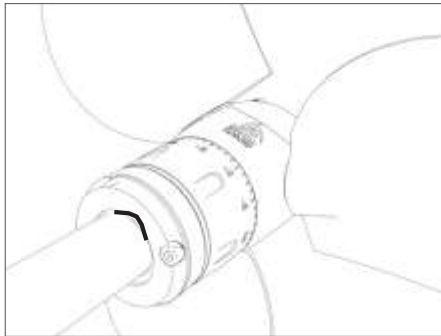

FIG. 15 Inserire l'elica fino al segno del pennarello
- L'elica si deve calzare sul cono dell'asse porta-elica fino ad arrivare al segno che avevate tracciato senza la chiave (Fig. 15), se così non fosse vuol dire che la chiave è troppo alta ed impedisce all'elica di calzarsi completamente. In questo caso dovrete ridurre lo spessore della chiave e poi reinstallare l'elica.